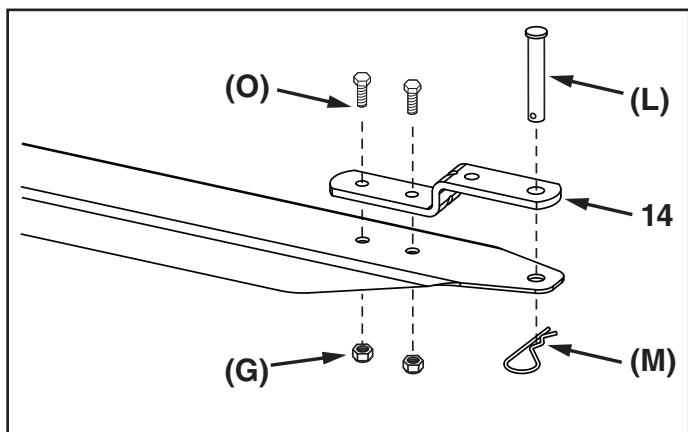

FIGURA 19
PASO 19: (VEA LA FIGURA 19)
- Fije el soporte de enganche (14) a la lanza del eje de 5/8" usando dos pernos hexagonales de 5/16" x 3/4" (O) y tuercas nylock de 5/16" (G). Instale el pasador de horquilla (L) a través de los orificios del soporte de enganche (14) y la lanza del eje de 5/8", y asegúrelo con un pasador de chaveta tipo clip de 1/8" (M).